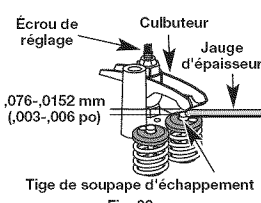

Fig. 23
- Glissez la jauge d'épaisseur entre le culbuteur et le ressort de rappel de la soupape. Mesurez le jeu entre la tige de soupape et le culbuteur (Fig. 23). Faites-le pour les soupapes d'admission et d'échappement.
L'écart de jeu recommandé pour l'admission et l'échappement est de **0,076 – 0,152 mm (0,003 – 0,006 po)**. Servez-vous d'une jauge d'épaisseur d'automobile standard de **0,127 et 0,381 mm (0,005 et 0,015 po)**. La jauge d'épaisseur devrait pouvoir glisser entre le culbuteur et la tige de soupape en rencontrant une faible résistance mais sans coller (Fig. 23).
- Tournez l'écrou de réglage à l'aide d'une clé de 8 mm (5/16 po) ou d'un tournevis à embout hexagonal (Fig. 23).